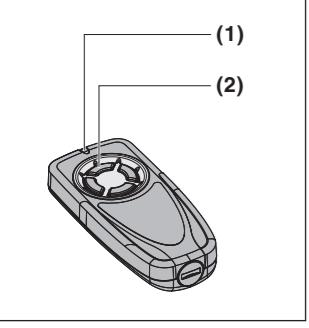

Fig. 1
2 Device description (fig. 1)
4.2 Using the hand transmitter (fig. 1)
- Press button (2) on the hand transmitter. The function assigned to the button (e.g. open/close door) will be carried out.
2 Beskrivning av enheten (fig. 1)
4.2 Använda fjärrkontrollen (fig. 1)
- Tryck på knappen (2) på fjärrkontrollen. Funktionen som är kopplad till knappen utförs (t.ex. öppna/stänga porten).